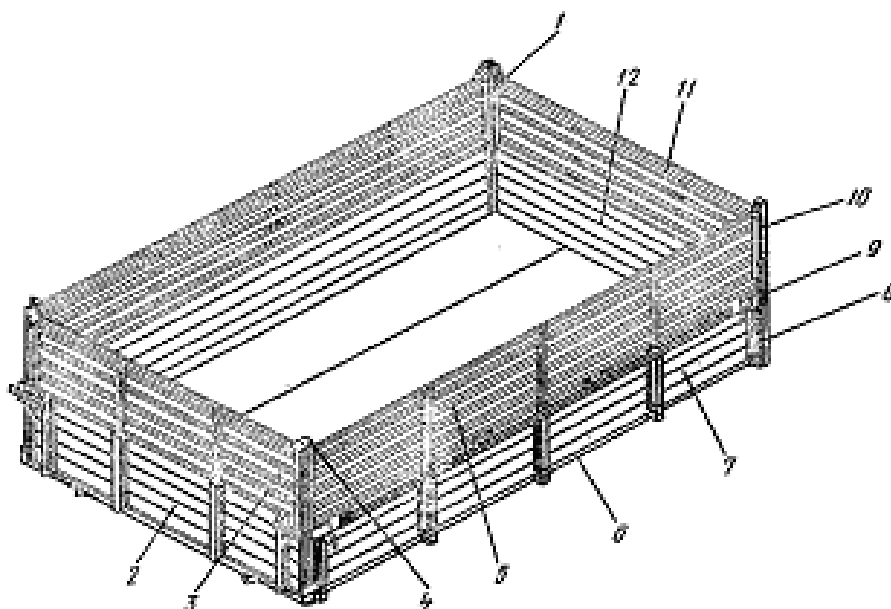

Рис.24. Платформа
4.11. **Платформа** (рис.24). Платформа прицепа прямоугольной формы. Конструкция платформы предусматривает возможность установки надставных бортов: передних, задних и двух боковых. Наличие задних угловых стоек обеспечивает шарнирную навеску боковых и заднего надставных бортов. При установке надставных бортов емкость платформы увеличивается до 11,8 м³.